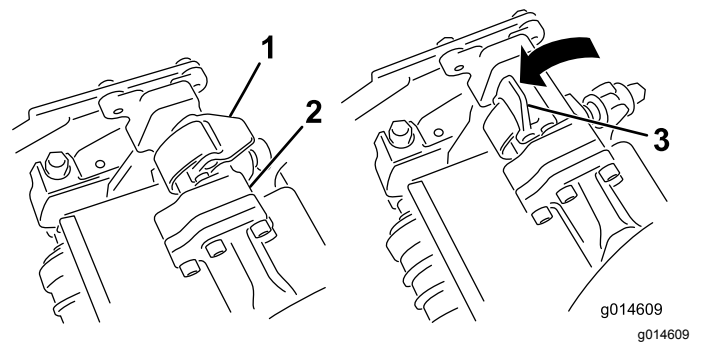
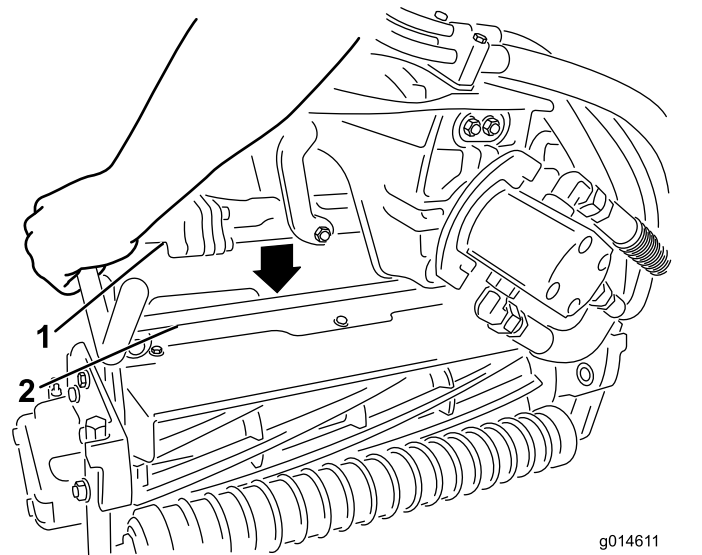

Figure 45
Figure 46
4. Fermez les verrous autour de la barre de l'unité de coupe et bloquez-les en place (Figure 45).
3. Les verrous de la barre de bras de suspension étant orientés en haut (c.-à-d. ouverts) (Figure 45), poussez le bras de suspension vers le bas pour que la barre s'engage sur la barre transversale au sommet de l'unité de coupe (Figure 46).
- Ouvrez les verrous sur la barre du bras de suspension appartenant à l'unité de coupe que vous voulez déposer (Figure 45).